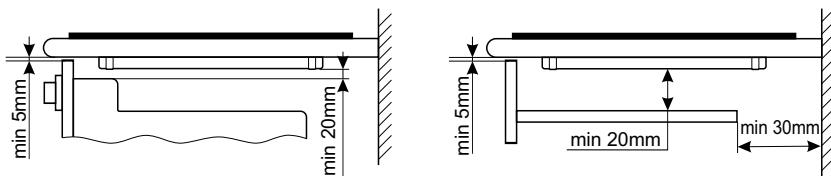

Рис.21
6. При установке варочной панели необходимо обеспечить минимальные воздушные зазоры согласно рис. 21.